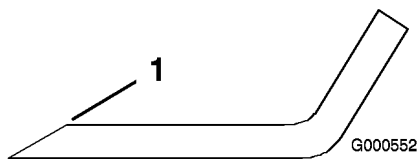
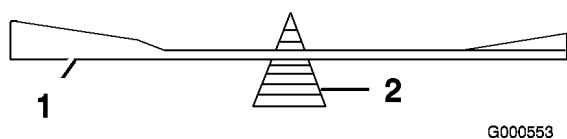

Figure 39
Figure 40
1. Au moyen d'une lime, aigüisez les tranchants aux deux extrémités de la lame (Figure 39) en
2. Vérifiez l'équilibre de la lame en la plaçant sur un équilibreur (Figure 40). Si la lame reste horizontale, elle est équilibrée et peut être utilisée. Si la lame est déséquilibrée, limez un peu l'extrémité de la partie incurvée seulement (Figure 39). Répétez la procédure jusqu'à ce que la lame soit équilibrée.